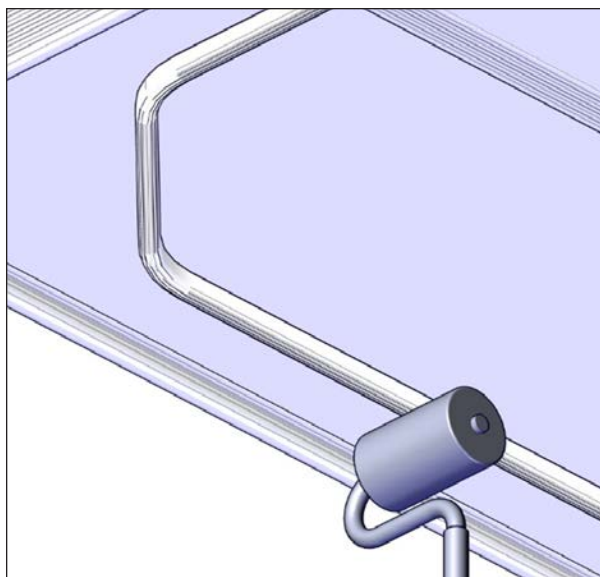

FIGURE 99: APPLICATION DE PRESSION AVEC LE ROULEAU
13. Lorsque le joint est bien dégagé des agrafes, lever le couvercle à une hauteur de 91 cm (36 po). Appliquer une pression minimale de 7 kg (15 lb) sur le joint avec le rouleau tel que montré dans la Figure 99 afin que l'adhésif adhère bien au dessous du couvercle.